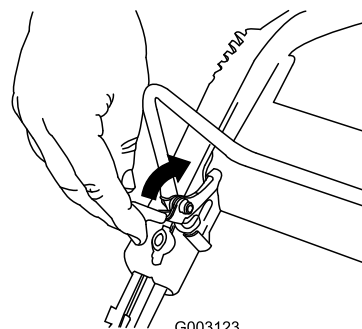

Figura 15
Para apagar el motor, mantenga pulsado el botón de parada del motor (Figura 15) hasta que el motor se apague.
1. Tire hacia atrás del mecanismo de bloqueo de la barra de control (Figura 15).